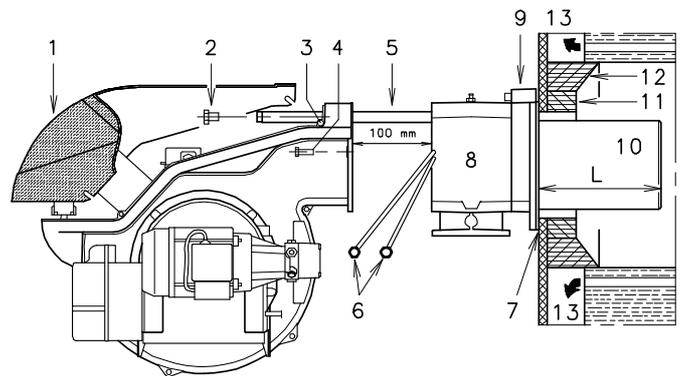
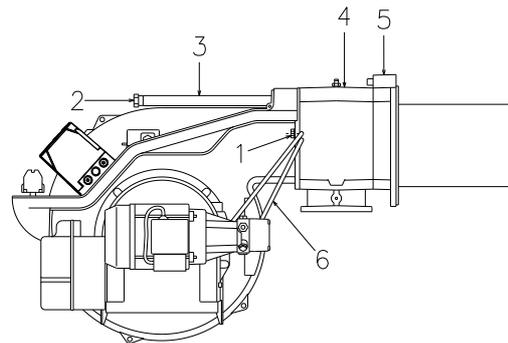

图 11
图 17
对于带水冷却前板的锅炉, 则不需要耐火材料制成的炉补 11)-12) (图 11), 除非锅炉制造商另有要求。
- 将燃烧头与燃烧器的其余部分分开 (图 11):
完成此操作（如需要）后，固定法兰 9) (图 11 第 18 页) 到锅炉钢板上，并在二者之间插入随附的隔热垫片 7) (图 11 第 18 页)。用防卡产品保护螺纹后，使用随附的 4 个螺丝固定。
- 将燃烧器重新安装在导轨 3) (图 17) 上，距离管接头 4) 约 100 mm，燃烧器位置如图 11 第 18 页所示；
- 插入电极电缆，然后将燃烧器滑到离管接头处，燃烧器位置如图 17 所示；
- 将螺丝 2) (图 17) 重新装到滑杆 3) 上；
- 重新连接油管，拧紧两个接头 6) (图 11 第 18 页)。